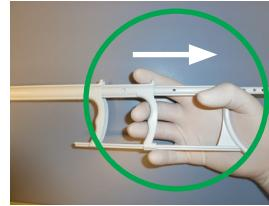

Figura 5
- Tenere il pollice piegato e fermo come in Figura 5.